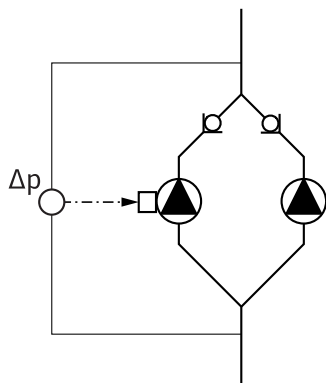

Fig. 13: Näide, rõhkude vahe anduri ühendamine
- Näiteks joonisel Fig. 13 on peapumbaks voolusuunas vaadatuna vasakpoolne pump. Selle pumbaga tuleb ühendada rõhkude vahe andur.
Peapumba rõhkude vahe anduri mõõtepunktid peavad olema kaksikpumba süsteemi vastava kollektortoru imi- ja survepoolel (Fig. 13).